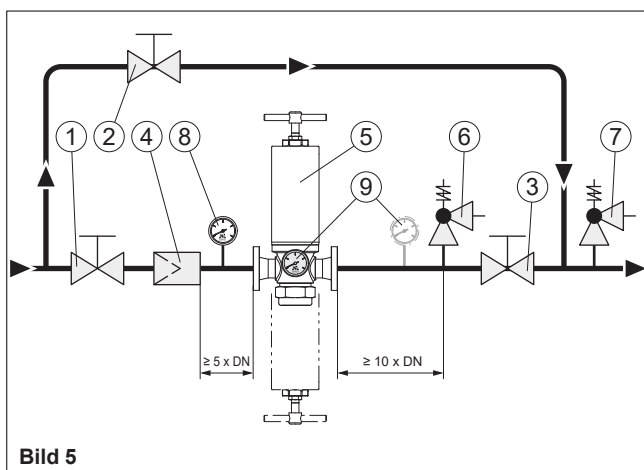

Bild 5
Die Bilder 1 - 4 zeigen die häufigste Art der Montage eines Druckminderventils in die Rohrleitung. Bei betriebswichtigen Anlagen, bei denen nach evtl. Defekt des Druckminderventils ein nicht vertretbarer Ausfall nachgeschalteter Verbraucher entstehen würde, ist eine absperrbare Umföhrungsleitung (Bild 5 - 6) vorzusehen. Im Falle einer Störung kann über die Umföhrung ein Notbetrieb aufrechterhalten werden. Im Normalbetrieb ist die Umföhrung geschlossen zu halten.
Befindet sich zwischen dem Druckminderventil (5) und dem Sicherheitsventil (7) ein Absperrventil (3), z.B. bei Einbau mit Umföhrungsleitung (Bild 5 - 6), so kann ein weiteres Sicherheitsventil (6) zum Schutz des Druckminderventils erforderlich werden. Das ist dann der Fall, wenn der Vordruck größer ist als der maximal zulässige Druck im Hinterdruckteil des Druckminderventils. Der Ansprechdruck dieses Sicherheitsventils sollte mindestens 10% über dem Ansprechdruck des Anlagen-Sicherheitsventils (7) liegen. Er darf jedoch nicht höher als der Nenndruck der Austrittsseite des Druckminderventils sein. Ferner ist seitens des Anlagenbetreibers dafür zu sorgen, dass das Medium, welches bei Beschädigung der Steuerkolben-Dichtung bzw. der Membrane aus der Federhaube austritt, keine Gefahren verursacht. Erforderlichenfalls muss an der Federhaube eine Leckageleitung angeschlossen werden.